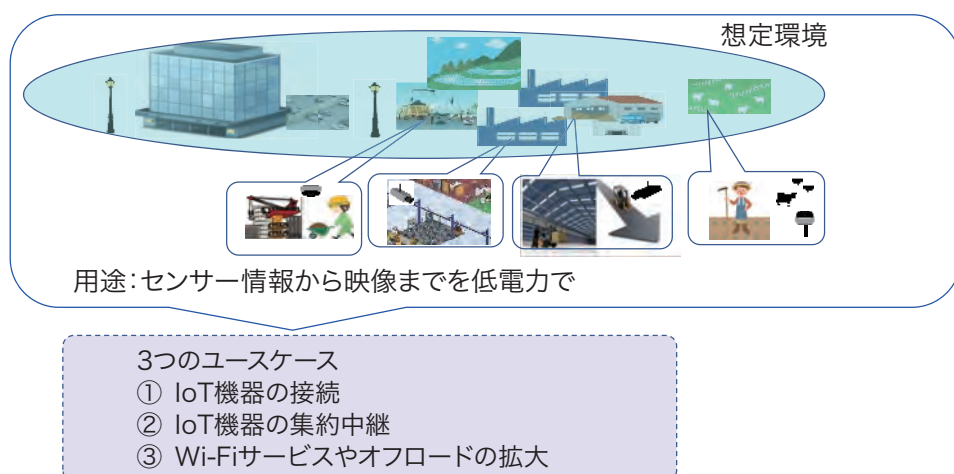

図1 Wi-Fi HaLowが想定する3つのユースケース
Wi-Fi HaLowの検討に当たっては、図1に示すユースケースをもとに議論を交わし、規格を練り上げた。想定されたユースケースは3つ。①IoT機器の接続、②IoT機器の集約中継、③Wi-Fiサービスやオフロードの拡大である。3つのユースケースに対応するための要件を表1にまとめた。